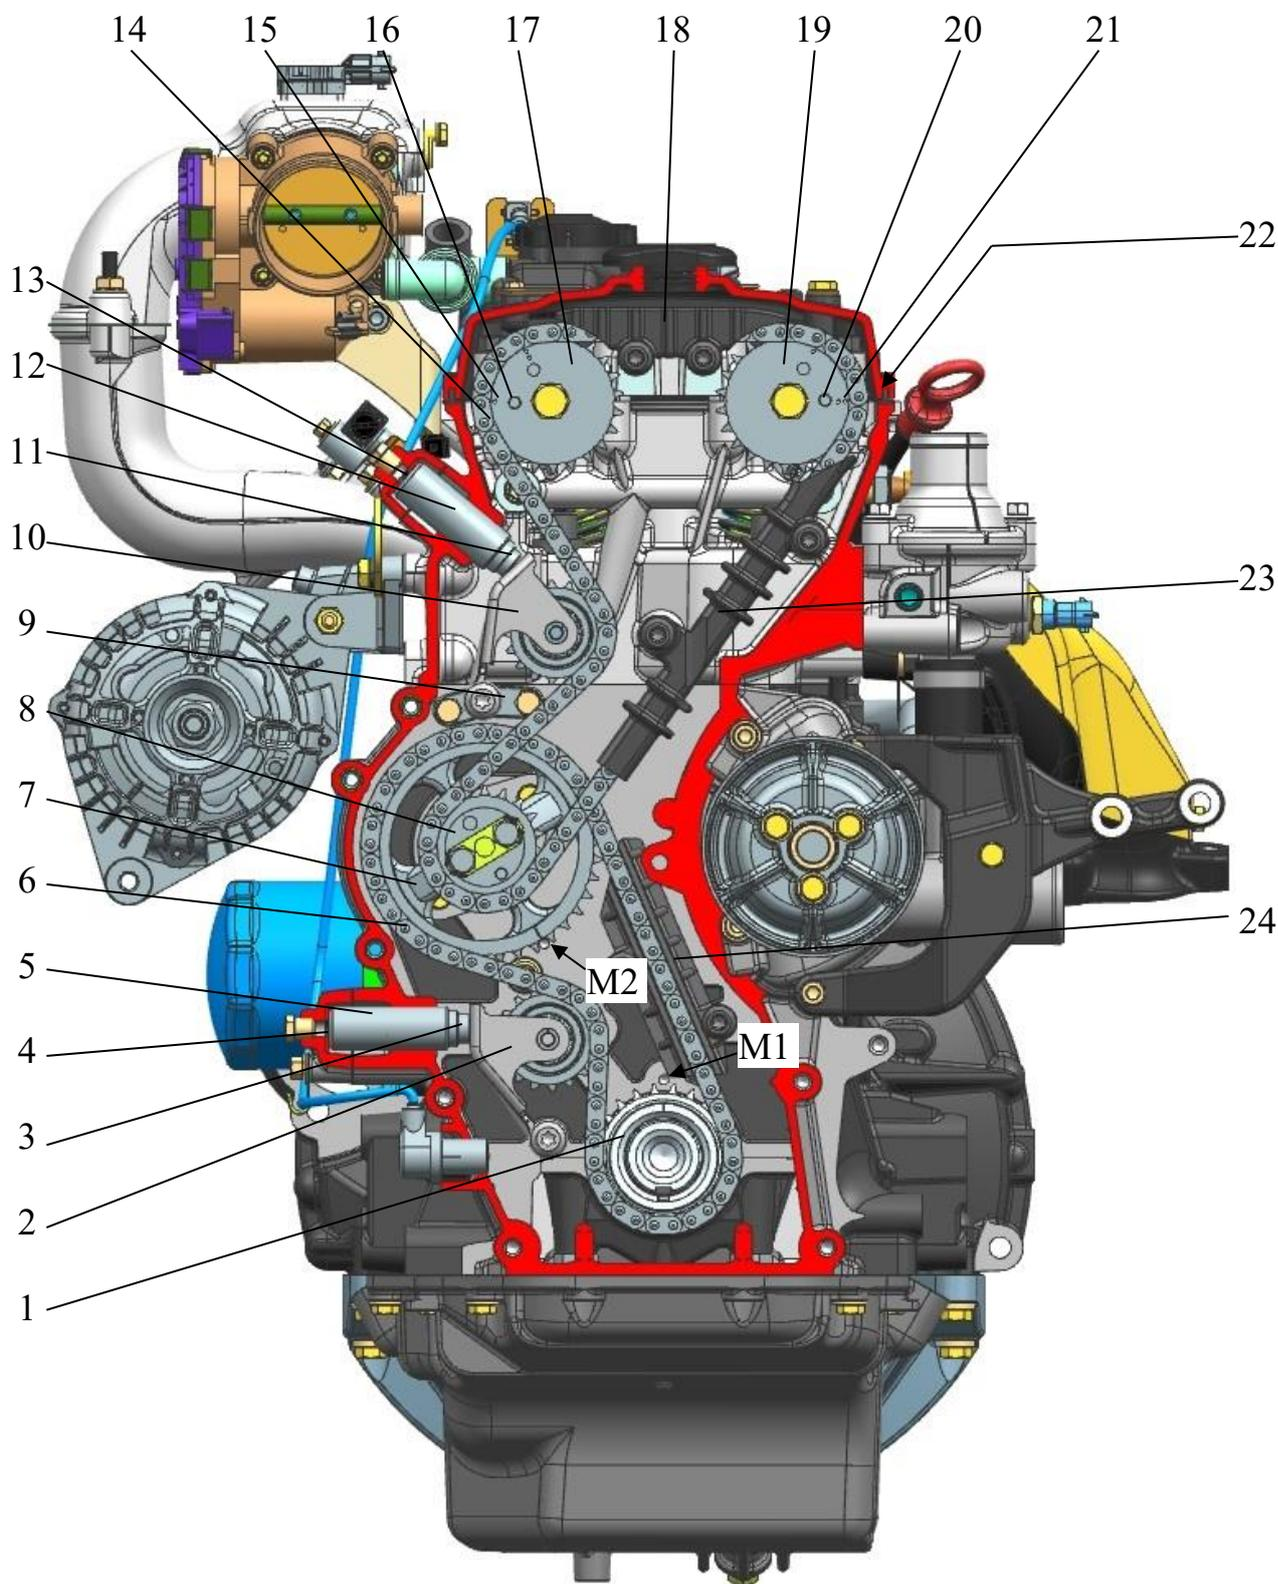

Рис.24. Привод распределительных валов:
**Привод распределительных валов** осуществляется двумя двухрядными втулочными цепями (рис.24).